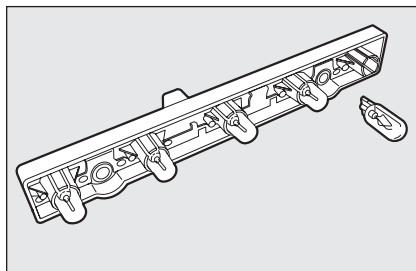

fig. 26
- enlever les ampoules et les remplacer **fig. 26**.